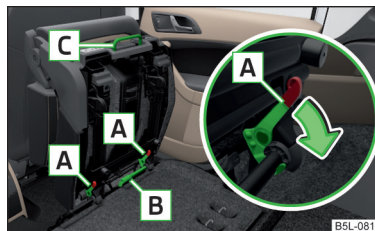

Fig. 64
- Rabatați scaunul spre înainte » fig. 62 la pagina 75 și deblocați-l prin apăsarea elementelor de blocare **A** în sensul săgeții » fig. 64.
- › Demontați scaunul central » fig. 64 la pagina 76.
- › Rabatați scaunul lateral spre înainte și deblocați-l » fig. 64 la pagina 76.